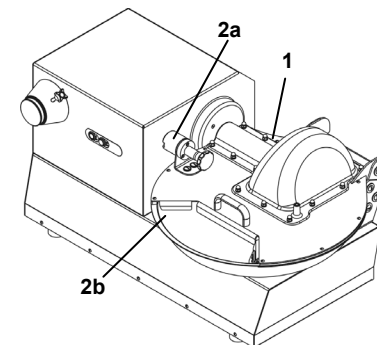

Fig. 1.8.1
Ha lo scopo di impedire il contatto accidentale delle mani con l'utensile. (Fig. 1.8.1)
2. Microinterruttori (Fig. 1.8.1):